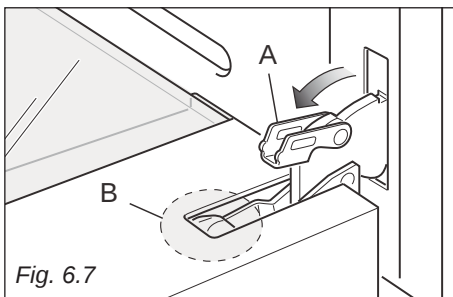

Fig. 6.7
- Låsebøjlerne "A" åbnes på højre og venstre side (Fig. 6.7).
- Luk forsigtigt ovnlågen, indtil venstre og højre låsebøjle hægtes til hængslerne "B" på ovnlågen (Fig. 6.7, 6.8).